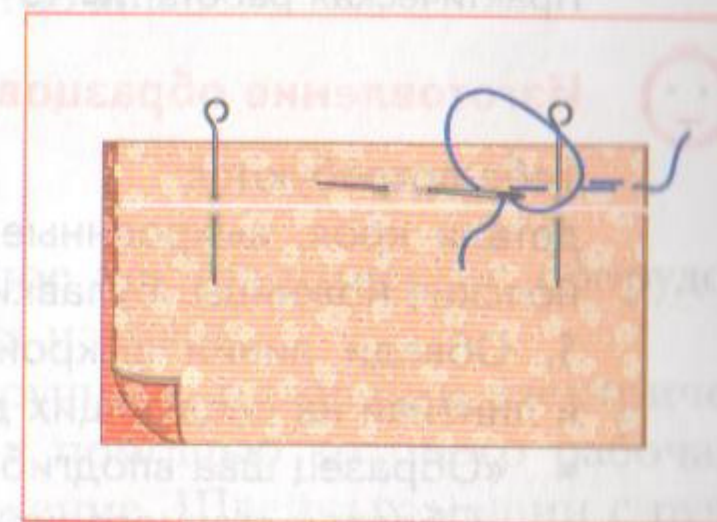

Рис. 94 Смётывание двух деталей
3. Выполнить ручную закрепку. Проложить строчку прямых ручных стежков, отступив от намеченной линии шва на 1 мм в сторону среза детали, чтобы смёточные строчки не попали при дальнейшей работе под строчки машинных стежков (рис. 94).
- Сметай отдельно обе пары деталей «Образец стачного шва», прокладывая временную строчку на расстоянии 1 мм от линии шва в сторону срезов (см. рис. 94).